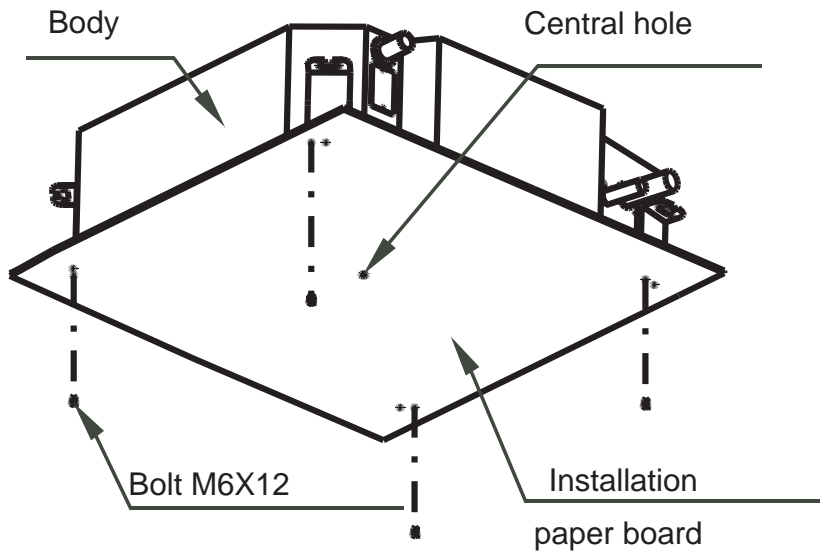

Abb.6
1. Benutzen Sie die Montagevorlage (mit dem Paneel geliefert) wenn Sie die Stelle des Aufhängebolzens bestimmen. In Abb. 6 und Abb.7 sehen Sie die Größenverhältnisse.